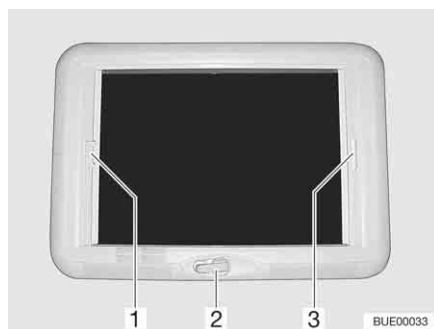

Bild 84 Kurbelhub-Dachhaube
**Öffnen:** ■ Die Handkurbel (Bild 84,2) drehen, bis Widerstand spürbar ist.
**Schließen:** ■ Die Faltverdunklung am Griff (Bild 84,3) ziehen und an der gewünschten Position loslassen. Die Faltverdunklung bleibt in dieser Position stehen.
**Schließen:** ■ Den Insektenschutz am Griff (Bild 84,1) zum gegenüberliegenden Griff der Faltverdunklung (Bild 84,3) ziehen und einrasten lassen.
**Öffnen:** ■ Den Griff des Insektenschutzes (Bild 84,1) hinten nach oben drücken und den Insektenschutz an der Faltverdunklung (Bild 84,3) aushängen.